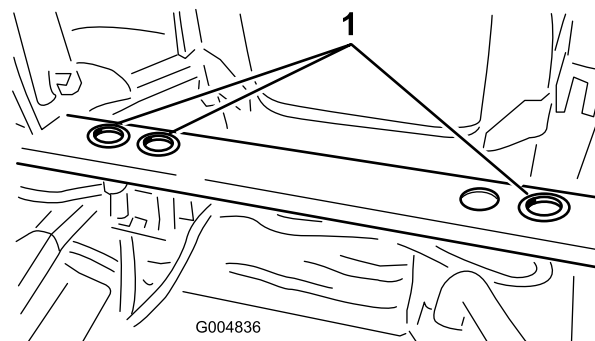

Figure 9
14. Insérez les passe-câble en caoutchouc dans les 3 trous du support de cadre arrière, comme montré à la (Figure 9).